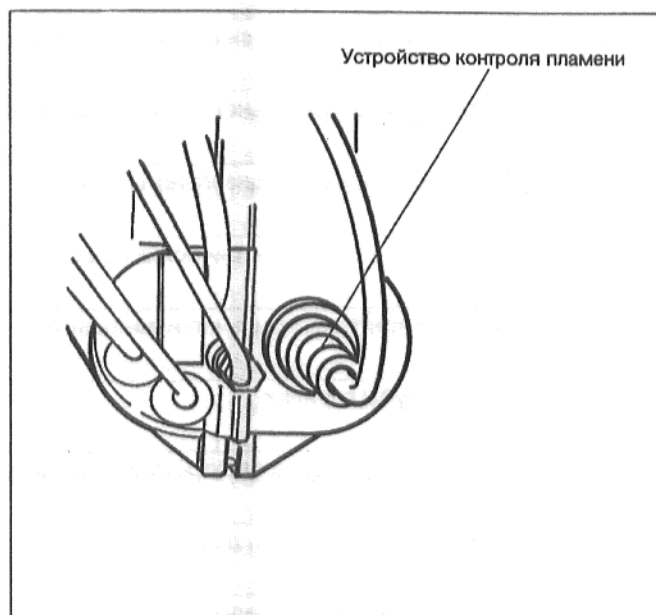

Рис.5
- Вынуть устройство контроля пламени из держателя при работающей горелке (рис.5).
Настройка чувствительности при использовании устройства контроля пламени невозможна. Контроль тока датчика можно произвести с помощью микроамперного тестера; значение тока должно составлять в рабочем режиме минимум 65 мкА (в период предварительного запуска 15 мкА (рис. 5а). При выполнении каждой процедуры технического обслуживания следует произвести очистку устройства контроля пламени мягкой тряпкой.
Рис.5а